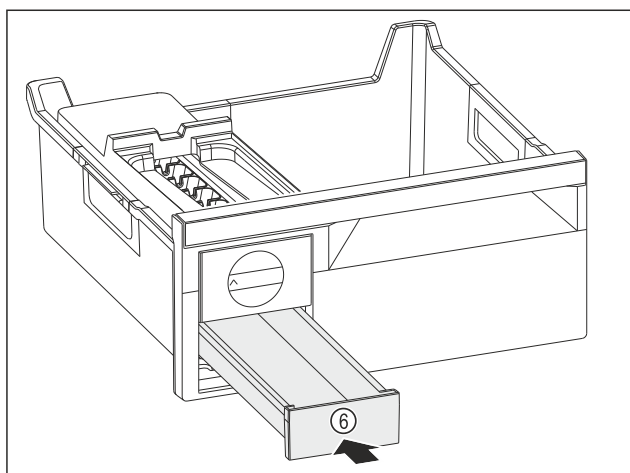

Fig. 247
- Zásuvku na kostky ledu Fig. 247 (6) zasuňte.